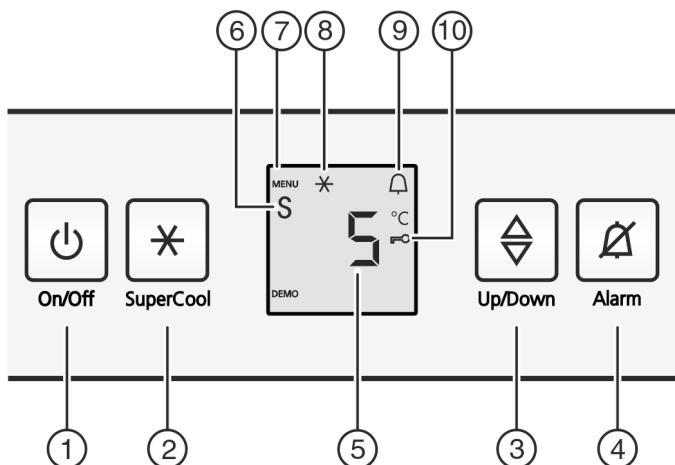

Fig. 2
- Appuyez sur la touche marche/arrêt Fig. 2 (1).
- Activer le mode de réglage : appuyer env. 5 sec. sur la touche SuperCool Fig. 2 (2).
- Sélectionner **c** avec la touche de réglage Fig. 2 (3).
- Pour confirmer, appuyer brièvement sur la touche SuperCool Fig. 2 (2).
- appuyer brièvement sur la touche SuperCool Fig. 2 (2) pour activer la sécurité enfants.
- Le symbole Sécurité enfants Fig. 2 (10) est allumé. L'affichage **c** clignote.
- appuyer brièvement sur la touche SuperCool Fig. 2 (2) pour désactiver la sécurité enfants.
- Le symbole Sécurité enfants Fig. 2 (10) s'éteint. L'affichage **c** clignote.
- Désactiver le mode de réglage : appuyer sur la touche On/Off Fig. 2 (1).
- Appuyer sur la touche Alarme Fig. 2 (4).
► Activer le mode de réglage : appuyer env. 5 secondes sur la touche SuperCool Fig. 2 (2).
► Le symbole Menu Fig. 2 (7) est allumé.
► Pour appeler la fonction Mode Sabbat, appuyer brièvement sur la touche SuperCool Fig. 2 (2).
► Pour activer le mode Sabbat, appuyer brièvement sur la touche SuperCool Fig. 2 (2).
► Pour désactiver le mode Sabbat, appuyer brièvement sur la touche SuperCool Fig. 2 (2).
► Désactiver le mode de réglage : appuyer sur la touche On/Off Fig. 2 (1).
► L'affichage de la température indique le symbole mode Sabbat tant que le mode Sabbat Fig. 2 (6) est activé.